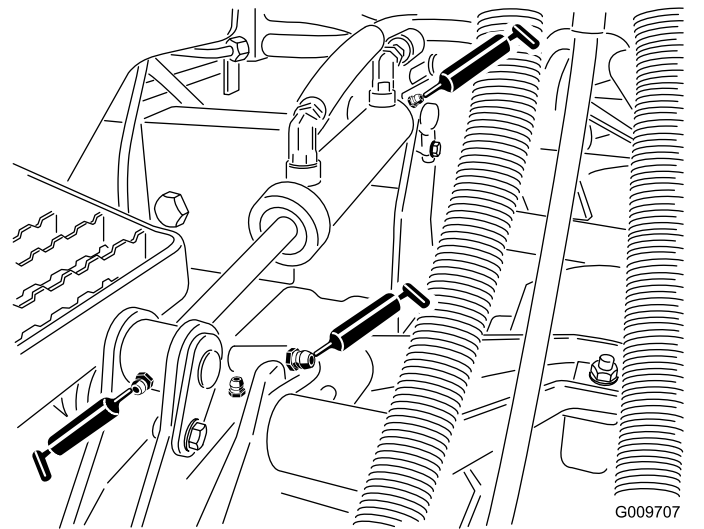

Figura 46
- Casquillos de brazo de elevación (1 por unidad de corte) tal y como se muestra en la Figura 46
- Casquillos de cilindro de elevación (2 por unidad de corte) tal y como se muestra en la Figura 46